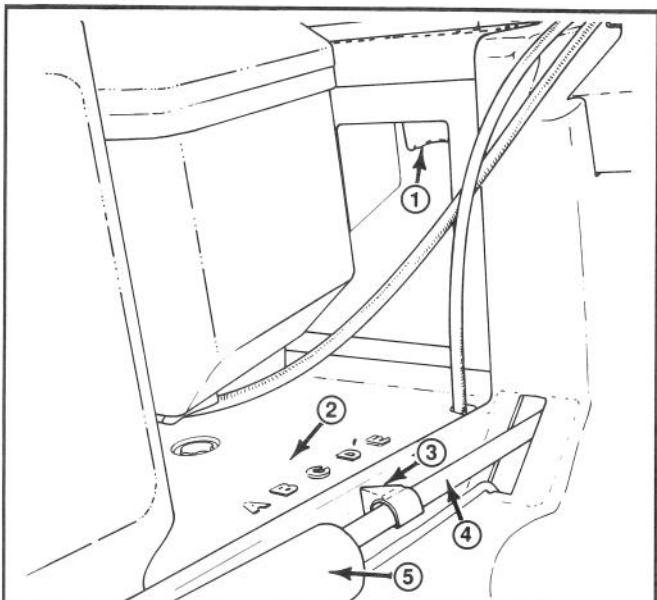

Figure 14
2. Utilice uno o dos dedos para oprimir la palanca de ajuste de altura de corte (Fig. 14).